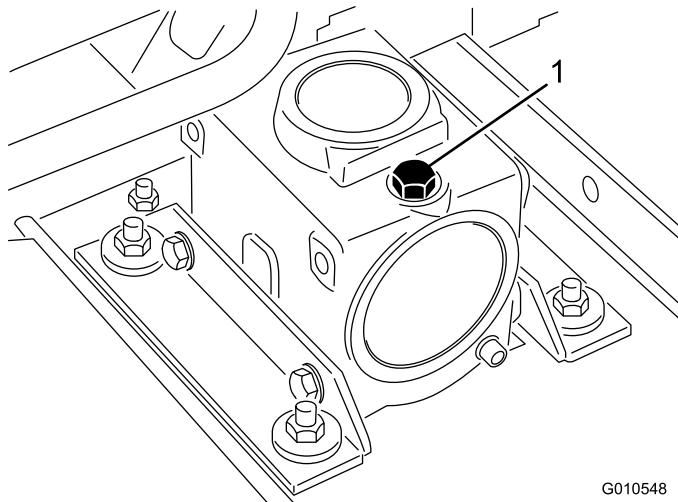

図 23
- マシンとカッティングユニットを平らな場所に駐車させ、カッティングユニットを降下させる。ギア・ボックスの上部についているディップスティック兼給油プラグ（図 23）を取り、オイルの量が、ディップスティックについている2本のマークの間にあることを確認する。油量が少なければ、SAE 80-90 wt. ギア用潤滑油を 2 本のマークの中間まで補給する。容量は 283 ml です。